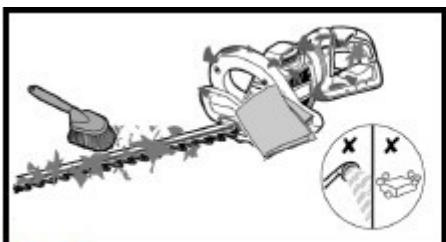

Рис.14
Рис.14а
- После каждого использования, очистите лезвия от мусора жесткой щеткой (Рис.14), а затем аккуратно нанесите на него антикоррозионную смазку перед установкой защитного приспособления для лезвия (Рис.14а). Производитель рекомендует использовать антикоррозионную распыляемую смазку, чтобы нанести ровный слой и снизить риск получения травмы от контакта с лезвиями. Для получения информации о подходящих распыляемых смазках свяжитесь с местным авторизованным сервисным центром.